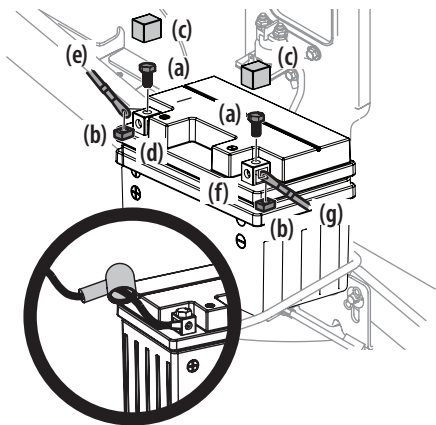

Figure 13
1. Retirez les boulons hexagonaux (a) et les écrous carrés (b) situés à l'extrémité du faisceau de fils électrique ou dans le sac avec ce manuel. Gardez la quincaillerie pour utilisation ultérieure. Voir Figure 13.
2. Enlevez le couvercle en plastique (c), si équipé, de la borne positive (d) de la batterie et attachez le câble rouge (e) à la borne positive (b) de la batterie avec le boulon (a) et l'écrou carré (b) retirés à l'étape 1. Utiliser un tournevis Philips. Voir Figure 13.
3. Enlevez le couvercle en plastique (c), si équipé, de la borne négative de la batterie (f) et attachez le câble noir (g) à la borne négative de la batterie (f) avec le boulon (a) et l'écrou carré (b). Voir Figure 13.
4. Placez la gaine en caoutchouc rouge au-dessus de la borne positive de la batterie pour aider à la protéger contre la corrosion. Voir encadré de la Figure 13.